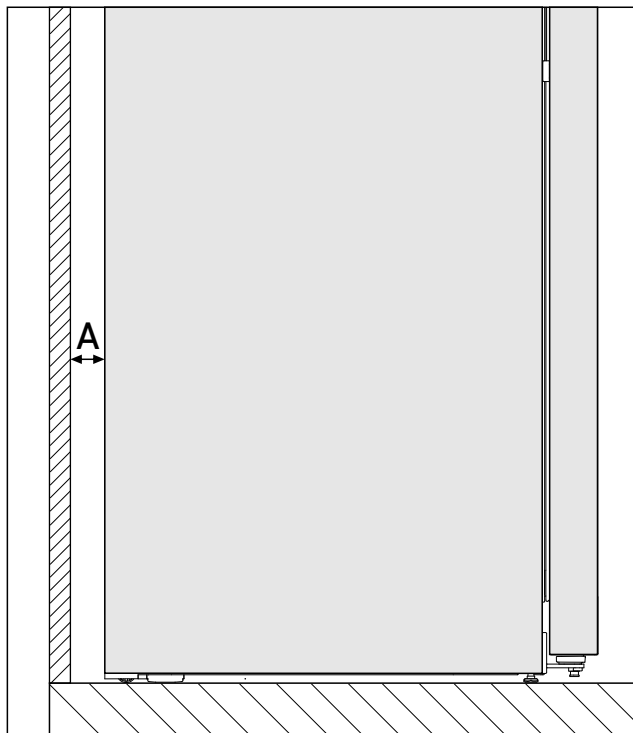

Fig. 3 *
Poraba energije je določena z razdaljo do stene Fig. 3 (A) med hrbtno stranjo aparata in steno. Če je razdalja do stene manjša od Fig. 3 (A), to nima vpliva na funkcionalnost aparata, v vsakem primeru pa se pri manjši razdalji do stene porabe energije malce poveča.*